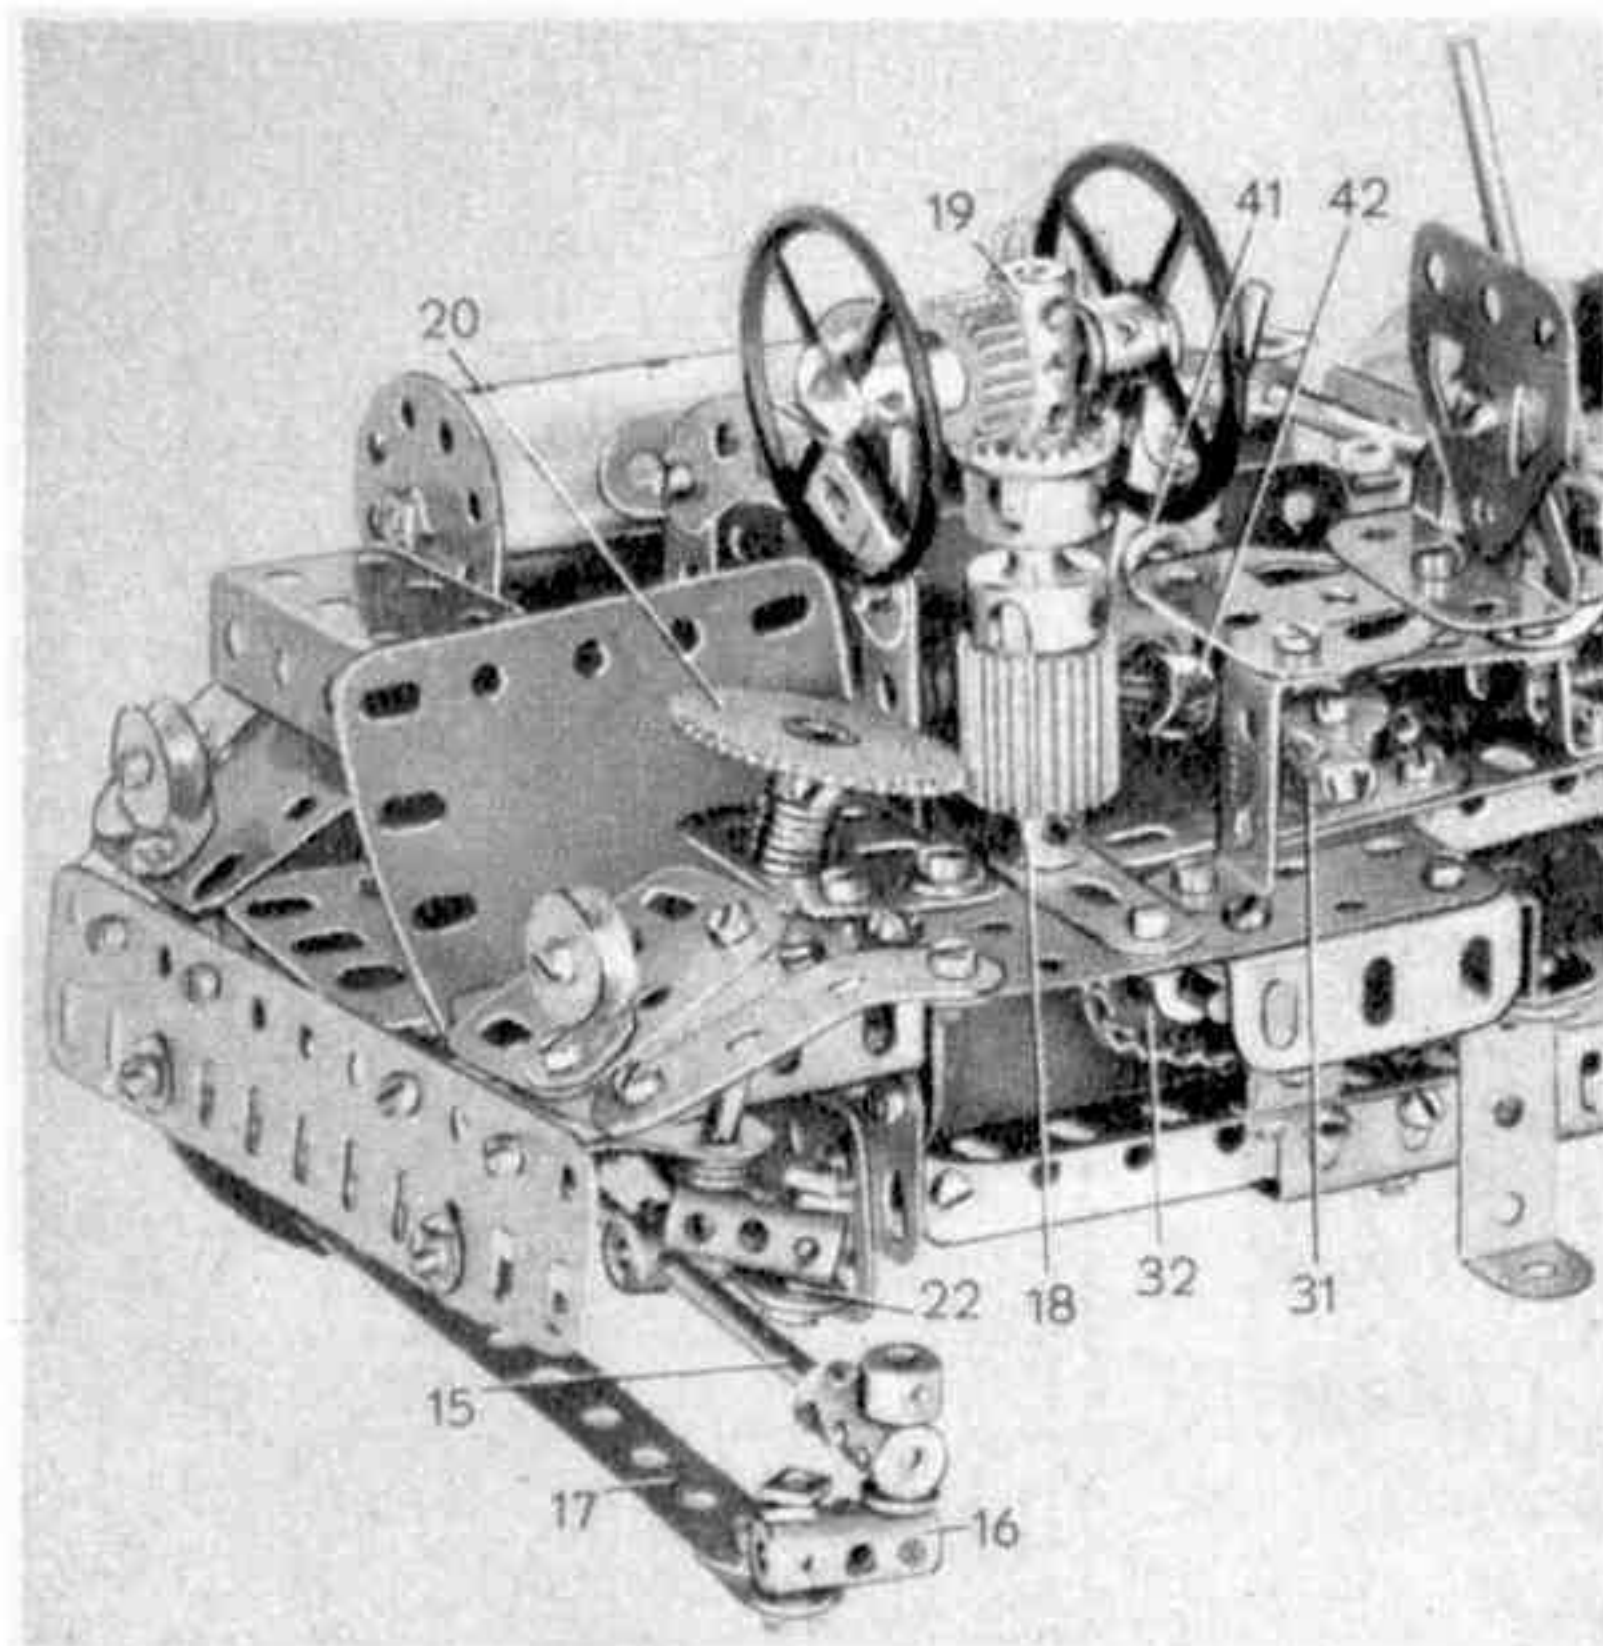

Fig. 4.
### LES ROUES AVANT (fig. 4).
Dans un de ces accouplements (fig. 4) passe une tringle de 25 mm. tenue par une bague d'arrêt. Un accouplement (16) est bloqué à l'extrémité inférieure de la tringle de 25 mm. De l'autre côté du train avant, la disposition est la même mais la tringle de 25 mm. est remplacée par une tringle de 4 cm. et un accouplement est bloqué sur la tringle, au-dessus de la bague d'arrêt. Il servira à la commande de direction.